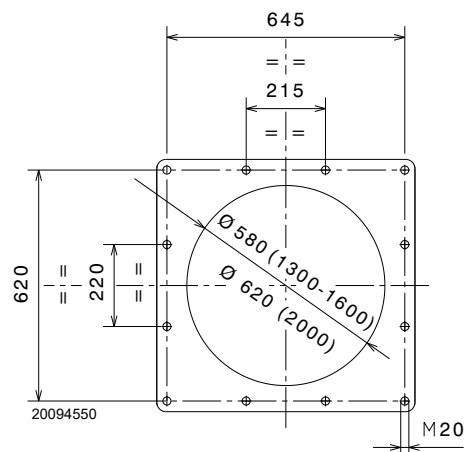

Fig. 13
Percer la plaque de fermeture de la chambre de combustion comme indiqué dans la Fig. 13.
- Insérer tout le brûleur sur le trou de la chaudière, précédemment préparé, comme dans la Fig. 13, et fixer avec les vis fournies de série (couple de serrage $250 \div 300$ Nm).